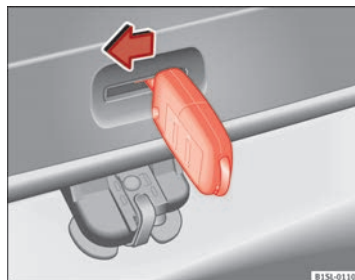

Fig. 135 Desde el maletero: Desbloqueo de emergencia del portón trasero.
- Introduzca el paletón de la llave en la abertura del portón trasero ⇒ fig. 135 y presione la palanca de desbloqueo en el sentido de la flecha para desbloquear el portón trasero. ■